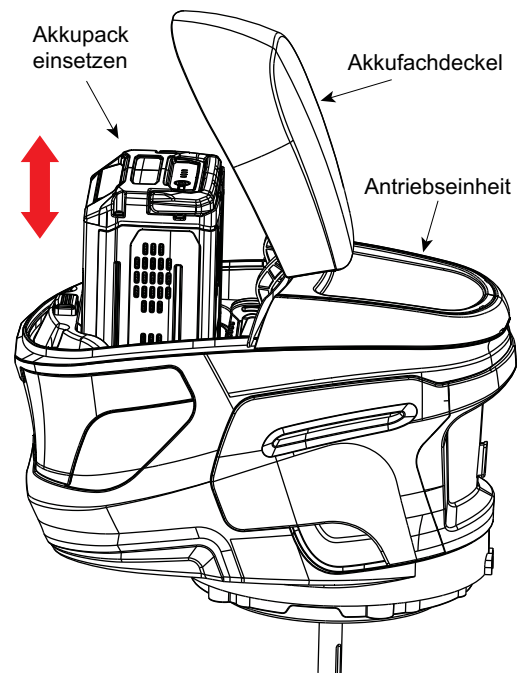

Abb. 14: Installation des Akkupacks
- D. Richten Sie die Rippen an dem Akku und der Akkuhalterung aus. Drücken Sie den Akkupack in das Akkufach, bis Sie ein „Klicken“ hören (siehe Abbildung 14).